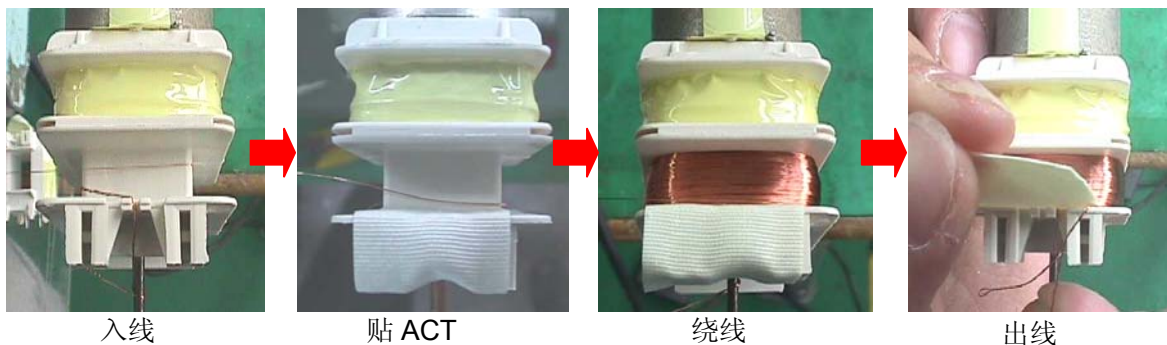

图 7.2
2.2 初级绕线在一定程度上整齐排列,达到最上层时,布线已零乱,呈凹凸不平状况,这是绕线中最粗略的绕线方法。(如图 7.2)